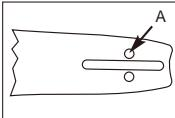

Fig. 3A
For at sikre at sværdet og kæden får olie, skal du KUN BRUGE DET ORIGINALE SVÆRD, med oliepassagehullet (A), som vist ovenfor. (Fig. 3A)